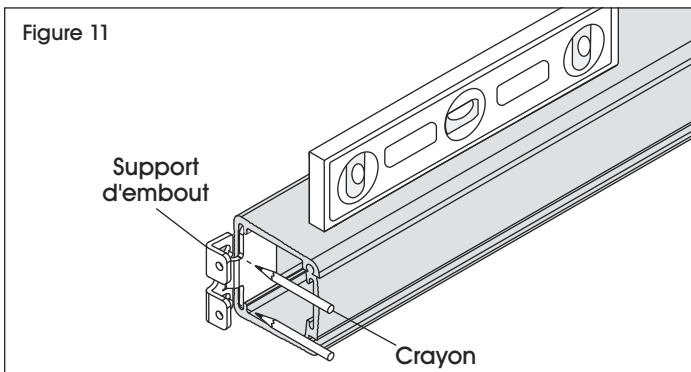

Figure 11
12. Tracez les positions des trous au crayon, puis retirez le support d'embout et percez deux trous aux emplacements marqués. (Voir Figure 11)